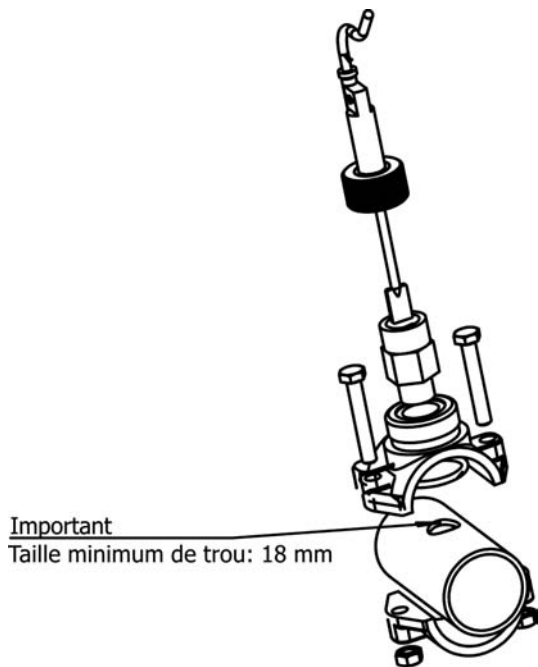

Fig. 14-1
1. Placer le collier fourni dans un tronçon de la tuyauterie situé à l'entrée de la cellule d'électrolyse. Le collier devra être toujours installé en position horizontale au sol (Fig. 14-1).
2. Installer le détecteur de flux (interrupteur flux) toujours verticalement dans le collier (Fig. 14-1).